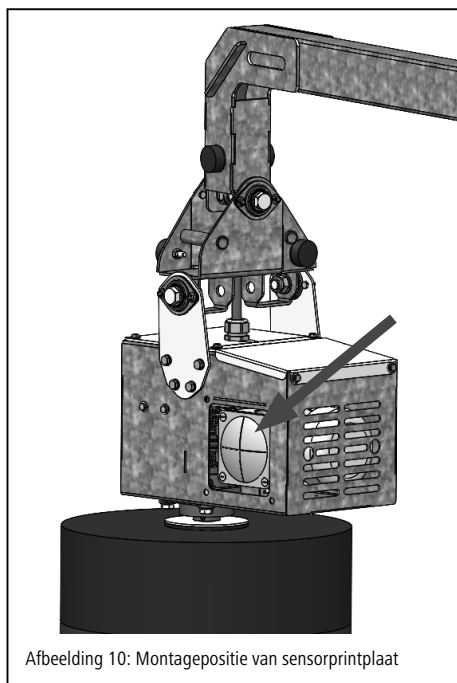

Afbeelding 8: Aansluitschema van printplaat met condensator - MaxiSwing
De cyclustijd is af fabriek ingesteld op 60 seconden. Indien nodig kan deze met behulp van het dip-switch-element op de printplaat (afb. 8 – pos. 1) op een waarde tussen 10 en 300 seconden worden ingesteld. De cyclustijd mag alleen na ruggespraak met de klantenservice van Kerbl opnieuw worden ingesteld.
Zekering 6, 3 A (afb. 8; pos 3+4) op de printplaat doorgebrand of losgeraakt.	<ul style="list-style-type: none"> <li>• Besturing van het lichtnet loskoppelen en tegen opnieuw inschakelen beveiligen.</li> <li>• Controleren of de zekeringen stevig vastzitten.</li> <li>• Defecte zekeringen vervangen. (Afb. 8 – pos. 3+4)</li> <li>• Wanneer bij de herstart na het vervangen van de zekeringen geen weergave op het display verschijnt, is de hoofdprintplaat defect.</li> </ul>